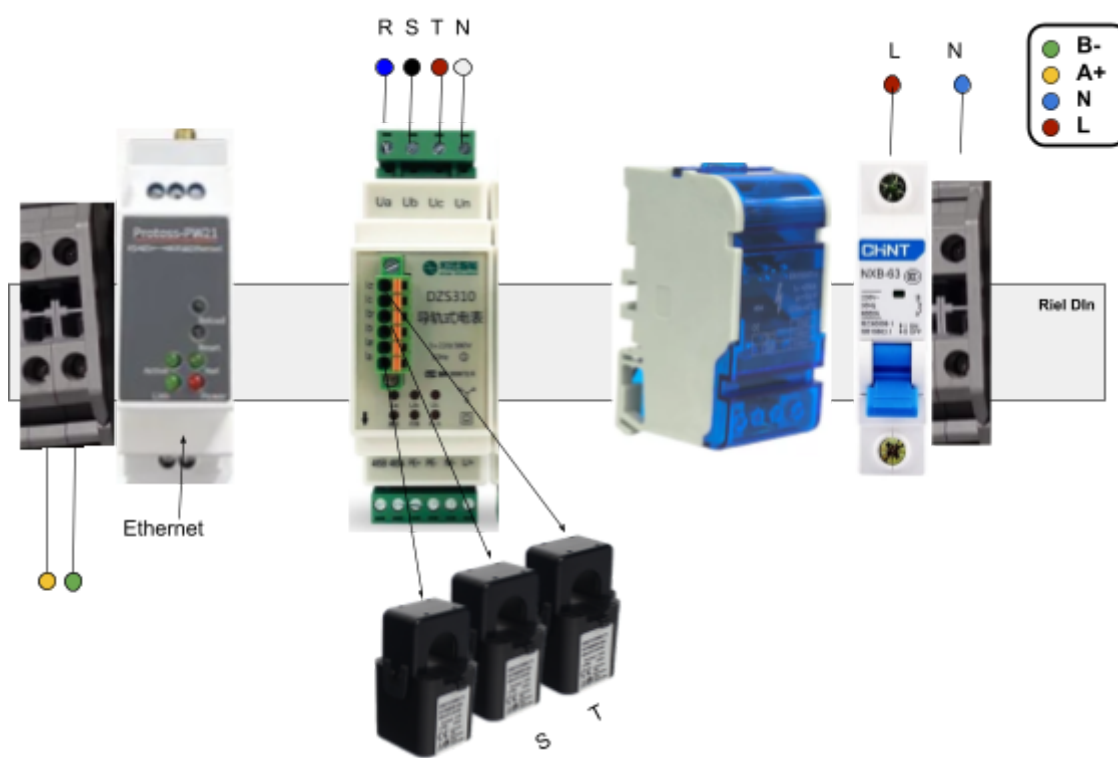

Imagen 1.1
- Conectar el dispositivo a la alimentación (Ver imagen 1.1)
- Conectar a punto de red habilitado (Ver imagen 1.1)